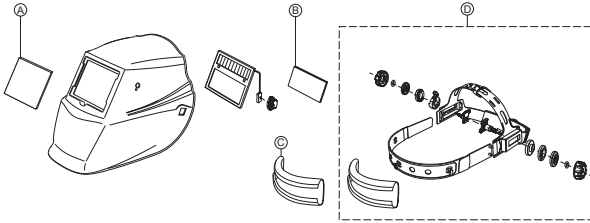

afbeelding 2
**Plaatsing van het Nieuw Patroon:** Neem het nieuwe patroon en leid de kabel van de potentiometer onder de draadlus voordat u het patroon in het bevestigingsframe in de helm plaatst. Breng de draadlus omlaag en zorg ervoor dat de voorrand van de lus (D) goed wordt vastgehouden onder de borgnokken (E) zoals weergegeven in afbeelding 2.